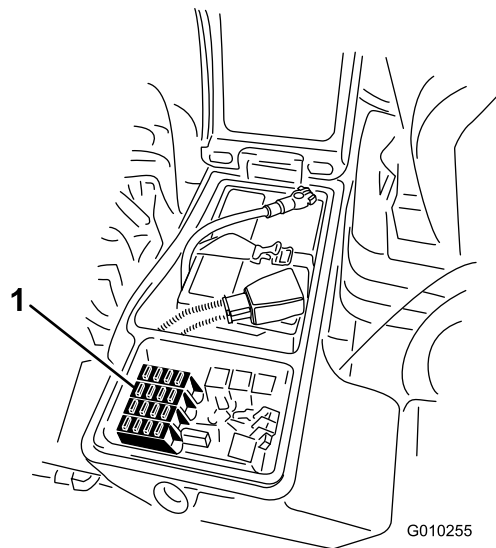
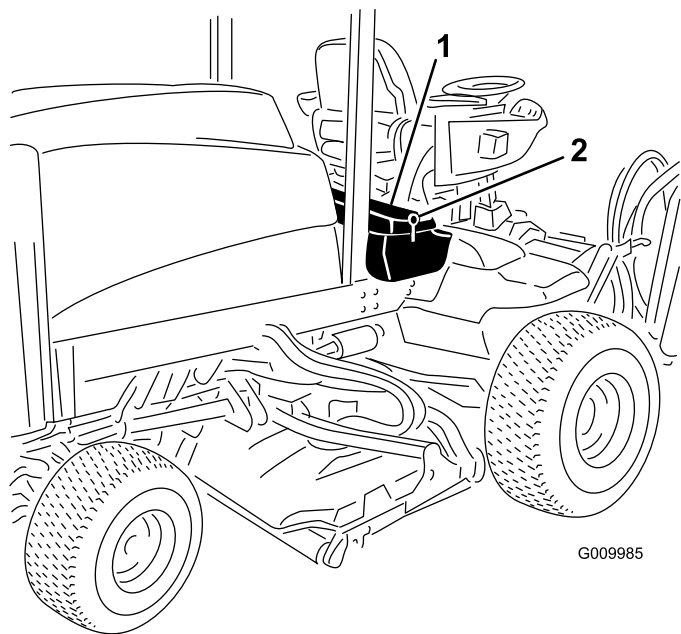

Figura 101
Figura 100
1. Slăbii elementul de fixare pentru capacul cutiei de depozitare din dreapta i ridicai capacul (Figura 100).
3. Închideți capacul cutiei de depozitare din dreapta și fixați capacul cu elementul de fixare (Figura 100).
1. Slăbiți elementul de fixare pentru capacul cutiei de depozitare din dreapta și ridicați capacul (Figura 100) pentru a avea acces la blocul cu sigurane (Figura 101).
2. Înlocuiți sigurana (siguranele) arsă (arse) după cum este necesar (Figura 101).